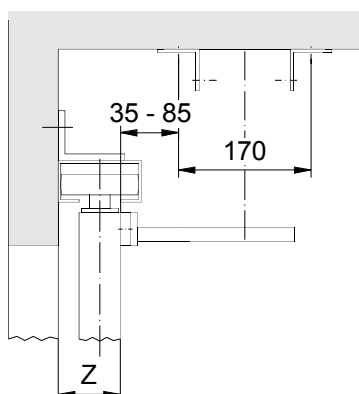

Fig. 6
- Tracer l'emplacement des trous de fixation parallèlement avec la porte. Fig. 6